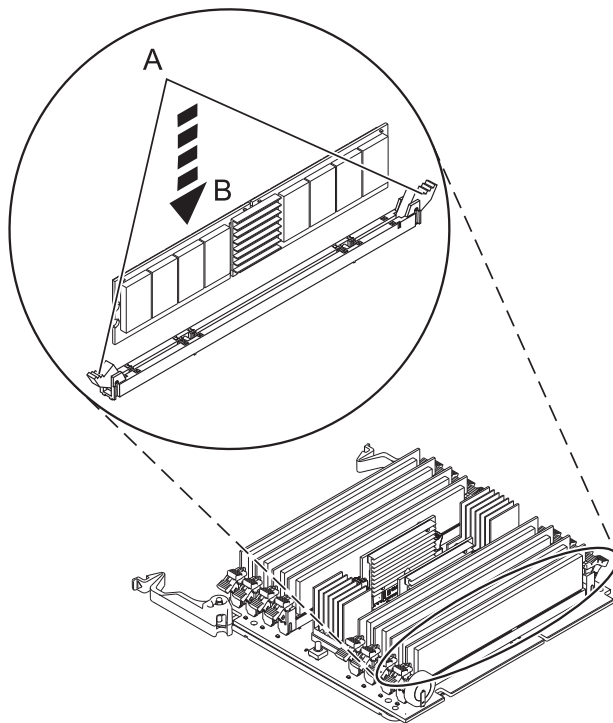

図 18. メモリー・モジュールの取り替え
11. 新しいメモリー・モジュールを取り付ける前に、38 ページの図 18 に示すように、コネクタ・ロッキング・タブ (A) を押して開き、ロック解除位置にしてあることを確認します。
12. メモリー・モジュール (B) の端を慎重につかみ、コネクターの位置に合わせます。